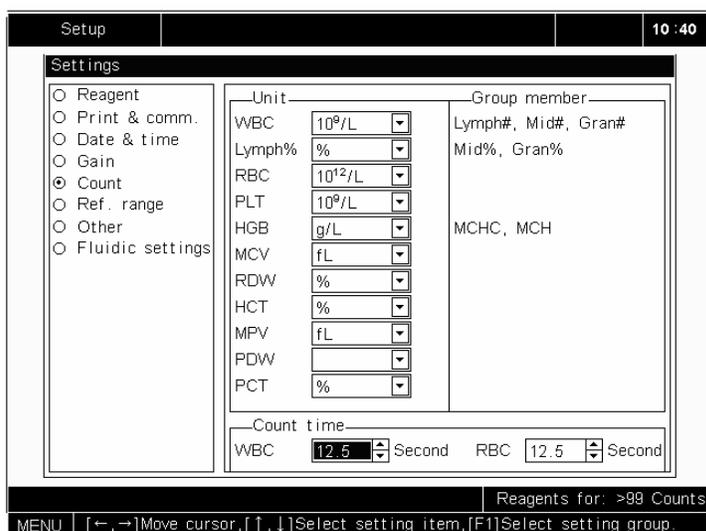

Рисунок 5-25 Установка времени подсчёта
3. Выберите **“WBC”** или **“RBC”**, как описано на рис. 5-25;